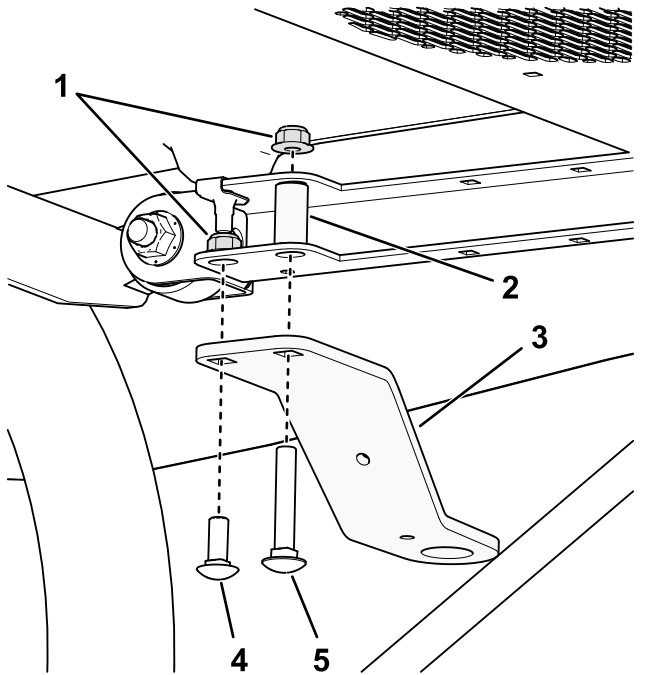

Bild 7
1. Befestigen Sie die Rundumleuchtenbefestigung am Sonnendach, wie in Bild 7 dargestellt.